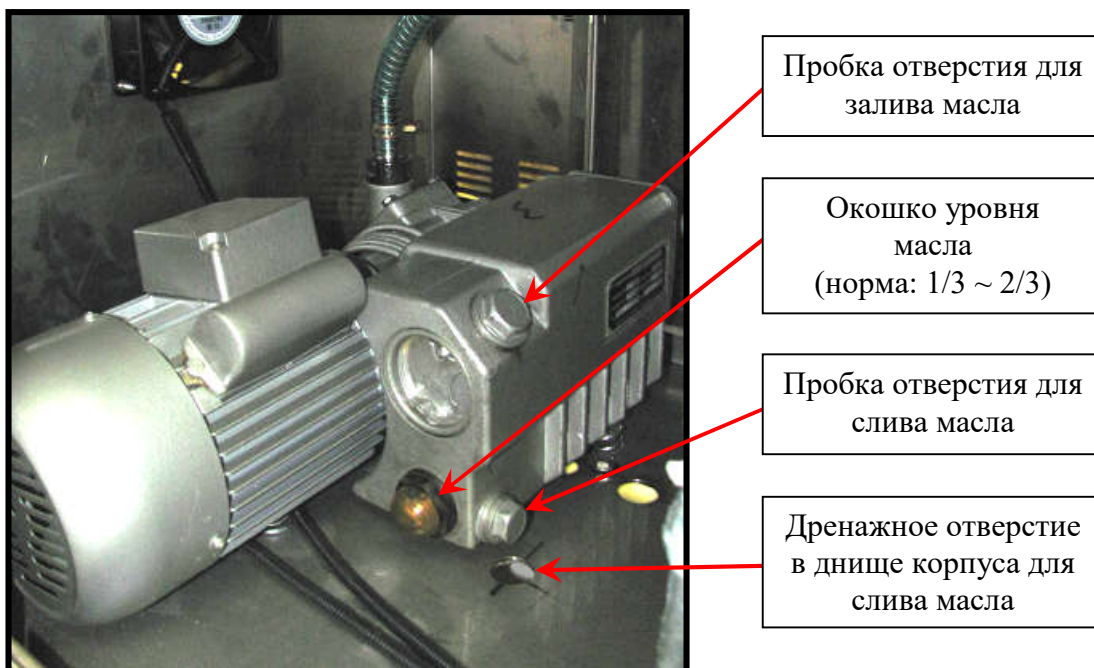

Рисунок 6.5 - Общий вид вакуумного насоса
- ☐ При помощи гаечного ключа вывинтить пробку отверстия для залива масла и пробку отверстия слива масла (см. Рисунок 6.5). Слить масло через отверстие, а по завершению плотно завинтить пробку отверстия слива масла.